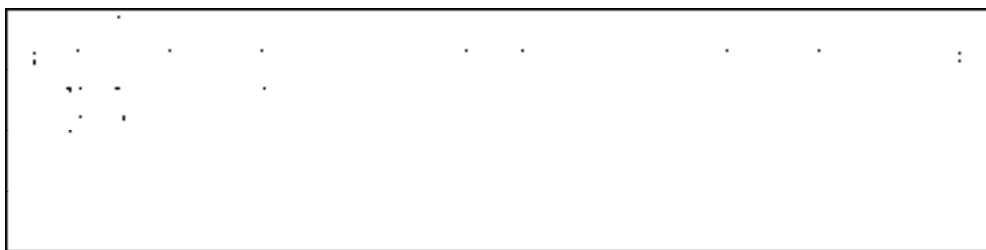

图 14-111 绘制结果
3) 绘制露台上方屋顶。调用“直线”命令，绘制直线；调用“修剪”命令，修剪直线，结果如图 14-111 所示。